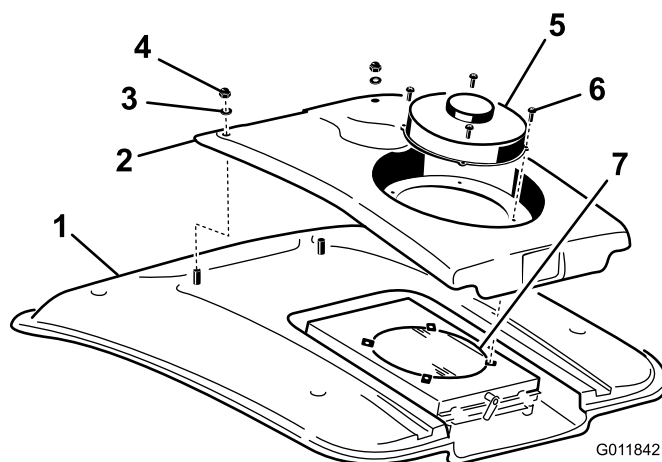

Figura 73
2. Retire os 4 parafusos que fixam a ventoinha e a cobertura do condensador à ventoinha (Figura 73).
4. Retire as duas porcas e anilhas que prendem a parte da frente da cobertura dos condensadores ao tecto da cabina (Figura 73).
8. Limpe cuidadosamente o condensador do ar condicionado com ar comprimido (Figura 73).